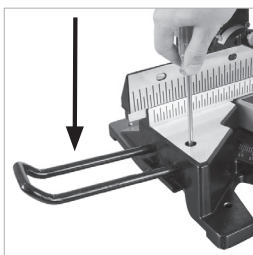

Fig. 44b
- Serrez la vis de retenue (**Fig. 44b**)